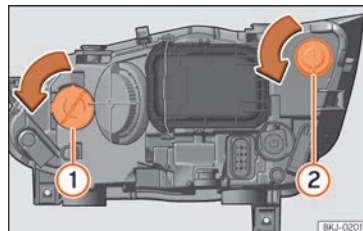

Fig. 56 Nel vano motore: lampadina dell'indicatore di direzione ① e lampadina della luce DRL (luce diurna) ②.
- Ruotare il portalamпада »» fig. 56 ① o ② verso sinistra e tirare.